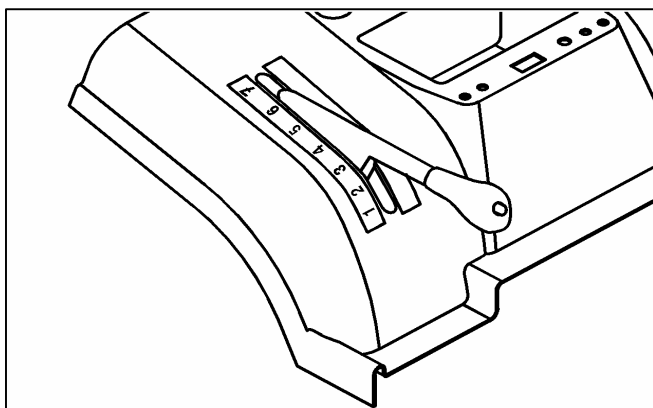

Fig. 20
2. Maaidek in hoogste positie zie fig. 20